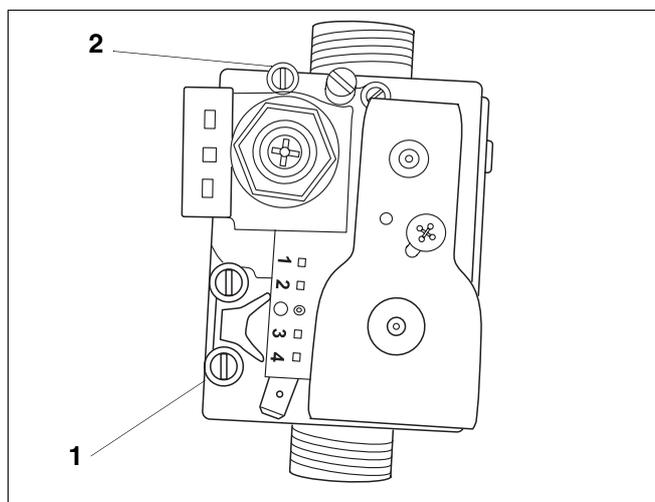
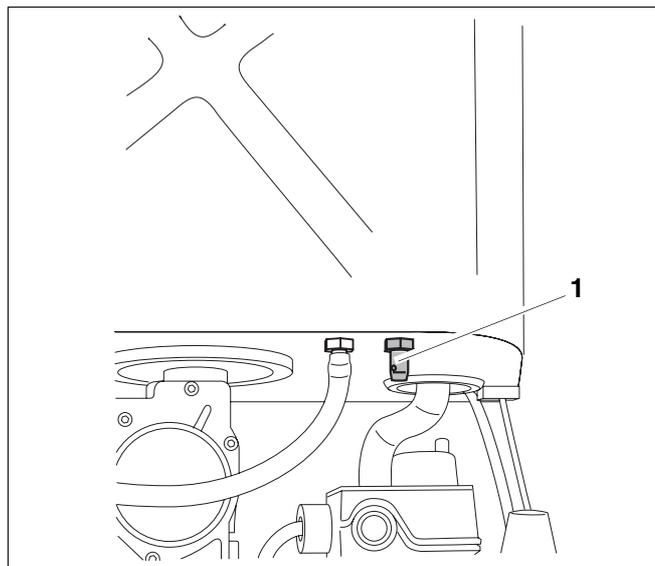

Abb. 13 Gasarmatur SIT
Abb. 18 Messnippel zur Düsendruckmessung am Gas-Umlaufwasserheizer
- Verschlusschraube des Messnippels für den Anschlussdruck und Entlüftung am Gaskombiventil öffnen und Manometer anschließen (Abb. 13, Pos. 1).
Legende zu Abb. 13: Gasarmatur SIT
- Manometer am Messnippel des Gaskombiventiles (Abb. 13, Pos. 2) und am Messnippel zur Düsendruckmessung (Abb. 18, Pos. 1) anschließen.